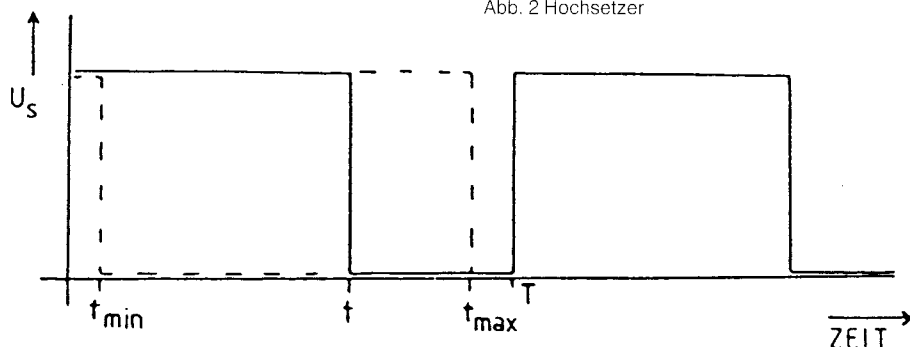

Abb. 1 Pulsbreitenmodulation
Diese Gleichspannungswandler bestehen im wesentlichen aus einer Diode, einem Schalter und einer Drossel. Eine weitere Gemeinsamkeit besteht in der Ansteuerung des Schalters, die durch Pulsbreitenmodulation erfolgt. Die Höhe der Ausgangsspannung wird dabei durch Verändern der Ein- und Ausphasen des Transistors gesteuert. Bei dieser sog. Pulsbreitenmodulation wird die Frequenz konstant gehalten, das Verhältnis der Ein- und Ausphasen zueinander jedoch verändert (Abb. 1). Die Abhängigkeit von Eingangs- zu Ausgangsspannung wird durch das Tastverhältnis, welches sich nach (1) berechnet, bestimmt.